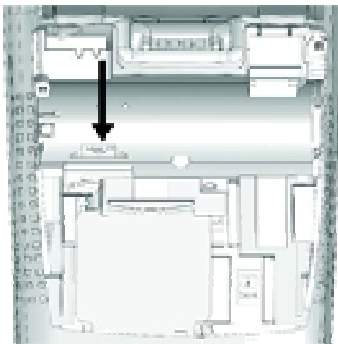

Figura 19: Schema per la direzione di inserimento della memoria
1. Abbassare le linguette come in figura 19 per aprire la cover